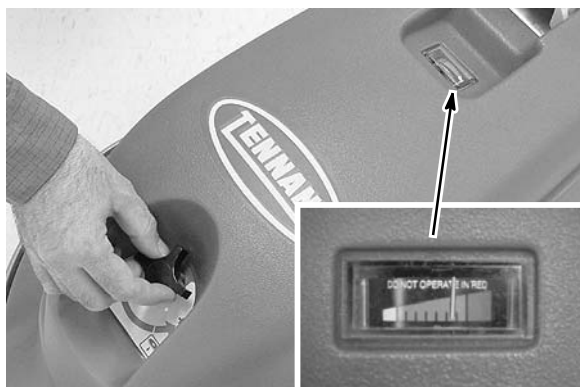

BILD. 8
- Justera rondelltrycket genom att vrid justeringskontrollen moturs. Då ökas rondelltrycket. Tryck medurs så minskas det (bild 8).